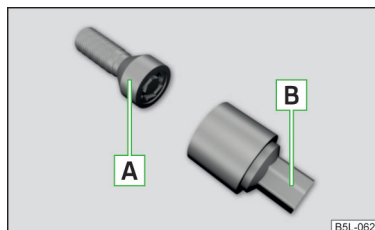

Fig. 339
Les boulons de roues antivol protègent vos roues contre le vol. Ceux-ci peuvent être **déserrés/serrés** uniquement avec la pièce de rehausse **B** » fig. 339.
- Enfoncez la clé démonte-roue jusqu'en butée sur le boulon de roue. Pour les boulons de roues antiviol, utilisez la pièce de rehausse correspondante » fig. 339 à la page 308.